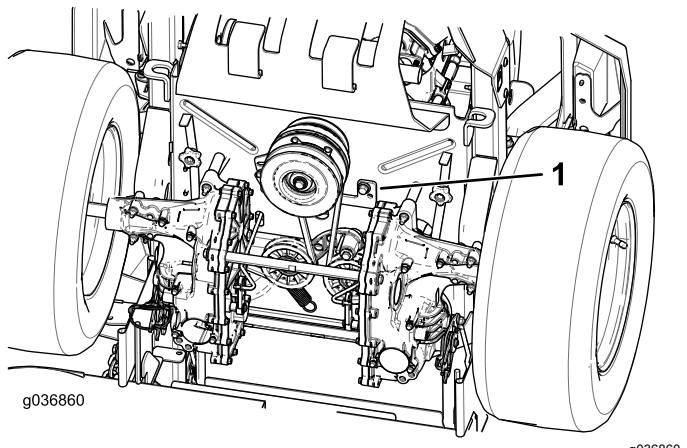

Рисунок 63
- Снимите упор муфты (Рисунок 63).
- Установите упор муфты (Рисунок 63).